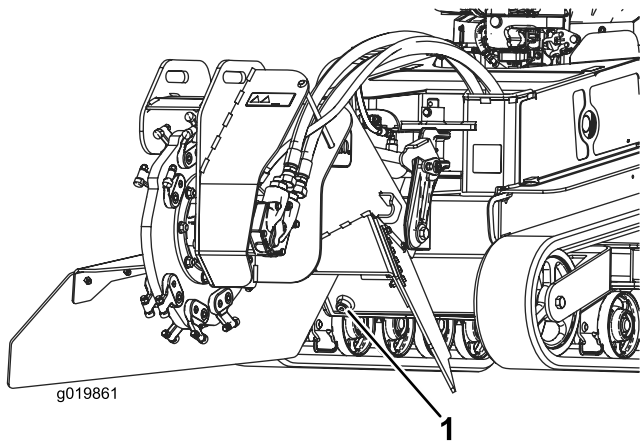

図 62
7. ドレンプラグを外して排出されるオイルを容器に回収する **図 62**。